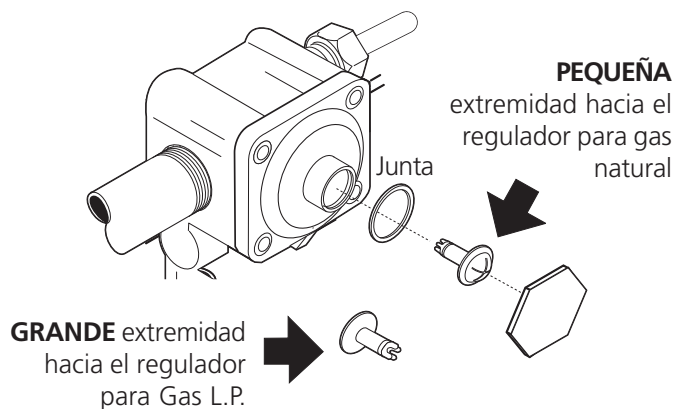

Figura 11
**Convertir el regulador de presión para que se pueda usar con Gas LP/Propano (vea figura 11)**
Localice el regulador de presión en la parte inferior de la pared trasera y modifique como se muestra en la figura 11.
Convertir la unidad de Gas LP/Propano a Gas Natural, proceda de la siguiente manera (vea figura 11)